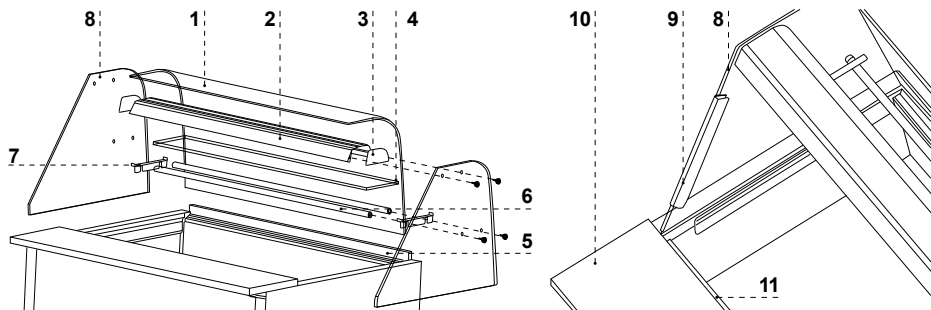

Рис.7 Монтаж стеклянных элементов и алюминиевой лампы
1. Установить стеклянные бока Рис.7/8 (стр.38)
2. Установить алюминиевую лампу (с освещением) на стеклянных боках Рис.7/2 (стр.38)
3. Установить переднее стекло, опирая его на лампу и стеклянных боках Рис.7/1 (стр.38)
4. Установить кожух провода лампы Рис.7/9 (стр.38) Кожух провода следует надвинуть на заднюю часть стеклянного бока так, чтобы провод, выходящий из лампы был спрятан в кожухе и находился с внутренней стороны стеклянного бока.
5. Установить алюминиевые профили под стеклянную полку (опция) Рис.7/6 (стр.38)
6. Установить стеклянную полку Рис.7/4 (стр.38)